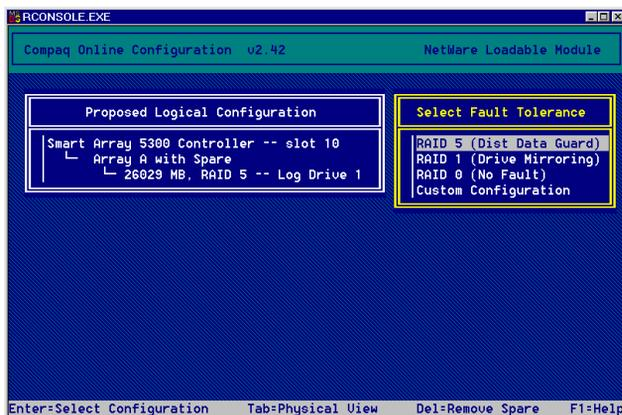

Abbildung 7-21: CPQONLIN Auto-Konfigurationsassistent
- Sind keine logischen Laufwerke am Controller konfiguriert, wird der Auto Konfigurationsassistent angezeigt (Abbildung 7-21).